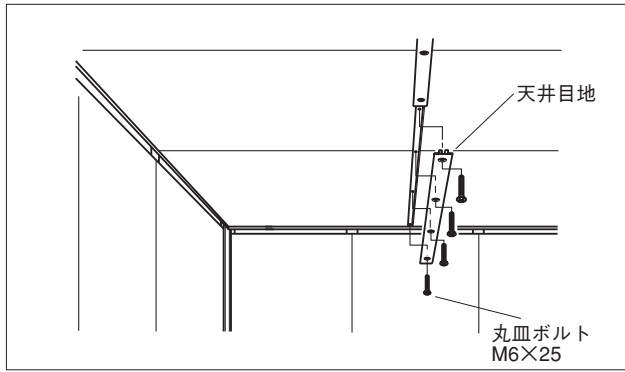
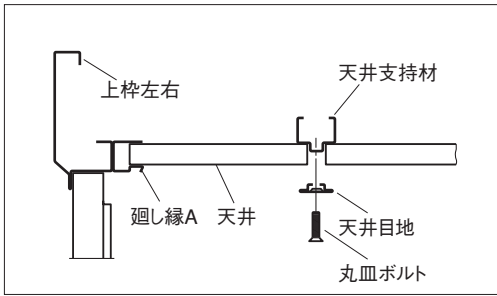

図78
図79
- (7) 天井目地を天井支持材に取り付けます。(図78、図79)